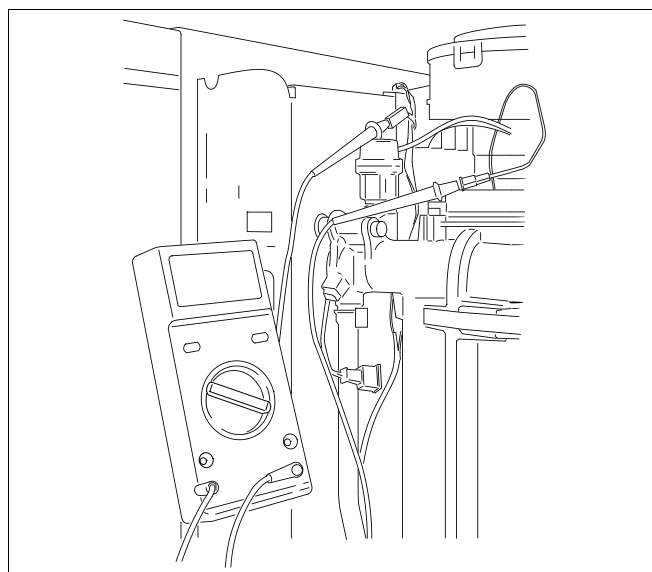

Bild 35 Ionisationsstrom messen
- Steckverbindung der Ionisationselektrode lösen und Messgerät in Reihe anschließen (→ Bild 35). Am Messgerät den μA -Gleichstrombereich wählen. Das Messgerät muss eine Auflösung von mind. $1 \mu\text{A}$ haben.